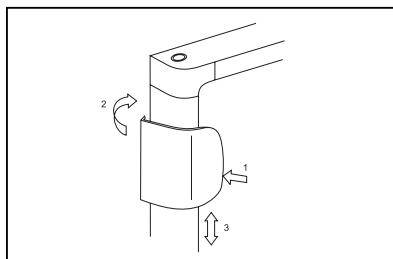

Figure 15.
10. Montage de la poignée (fig. 15)